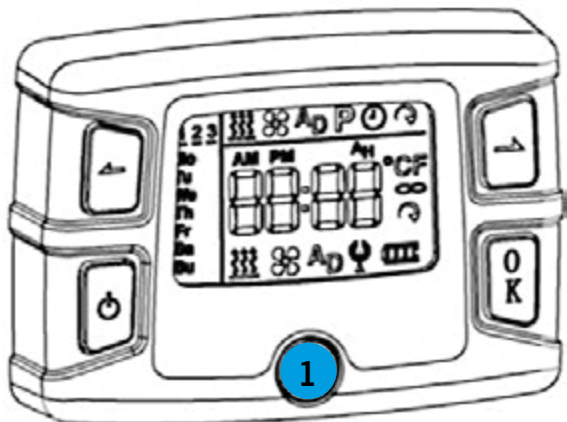

Fig. 43
Retire la tapa de cubierta **fig. 43** (1) para atornillar el elemento de mando.